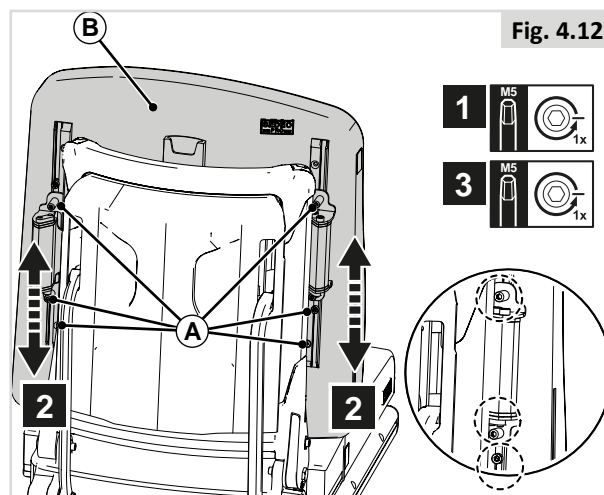

Fig. 4.12
1. Desserrez (A) d'un tour.
2. Réglez (B) à la position désirée.
3. Resserrez (A).
**Réglage de la hauteur d'un dossier inclinable (Fig. 4.12)**